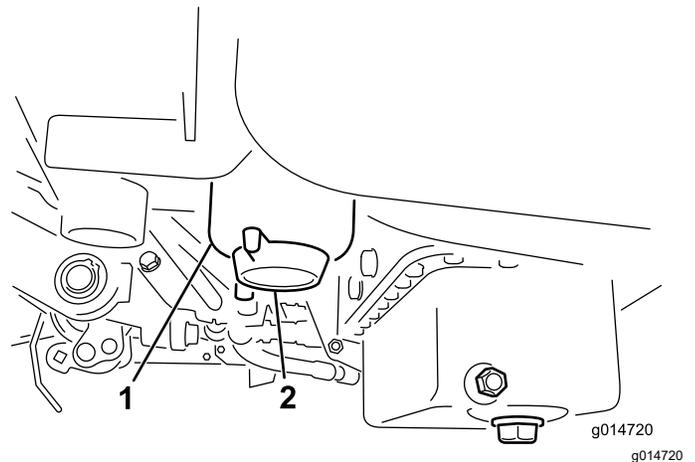

Figura 35
2. Limpe a zona de montagem do recipiente do filtro (**Figura 35**).
4. Abra o tampão de escoamento do filtro (**Figura 35**).